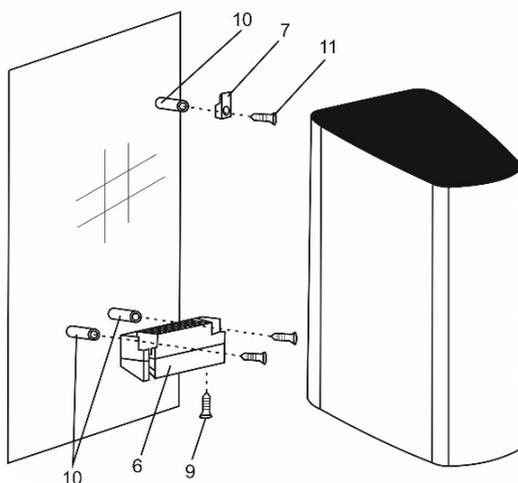

Fig. 4
- (Fig. 4) Insérez les chevilles (10) dans le trou et fixez le crochet (7) et le bloc de support (6) au mur.
- (Fig. 4) Accrochez le sèche-mains au crochet (7) et au bloc de support (6); et fixez le sèche-mains avec la vis de fixation (9).